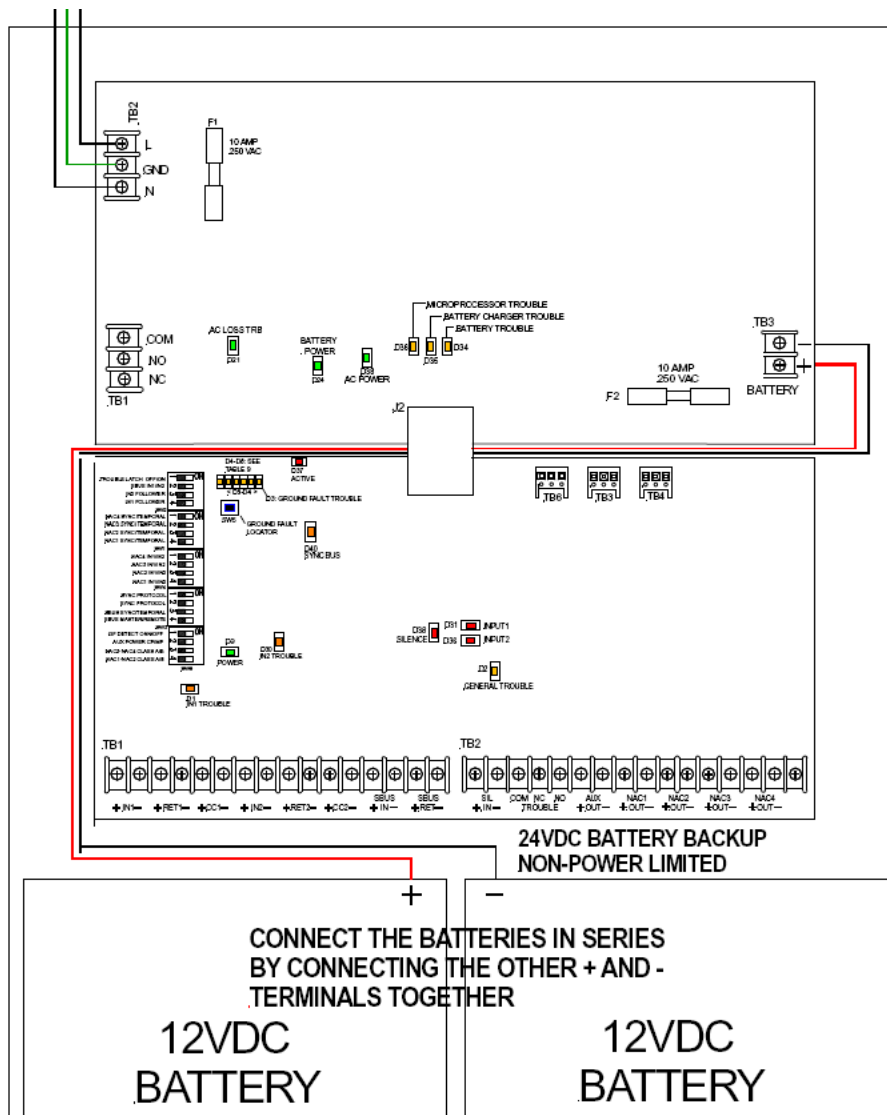
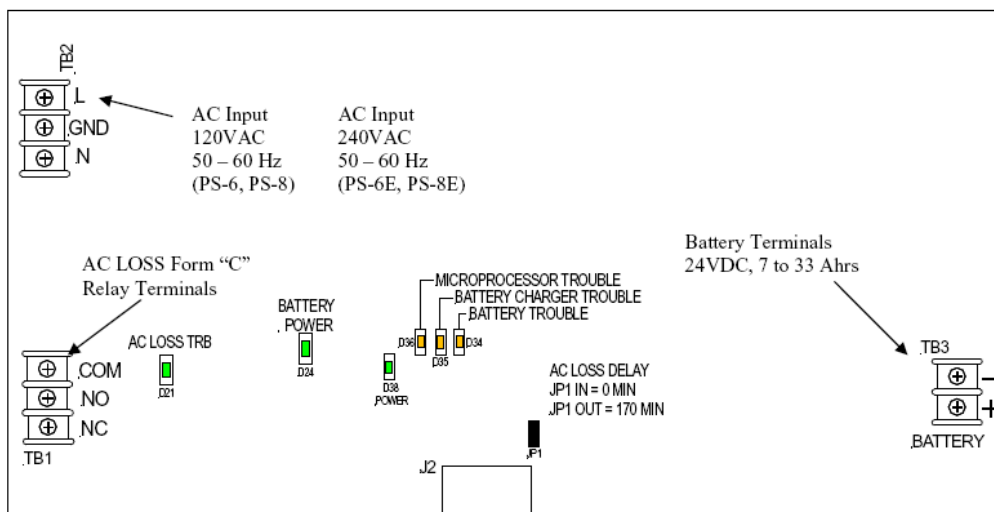
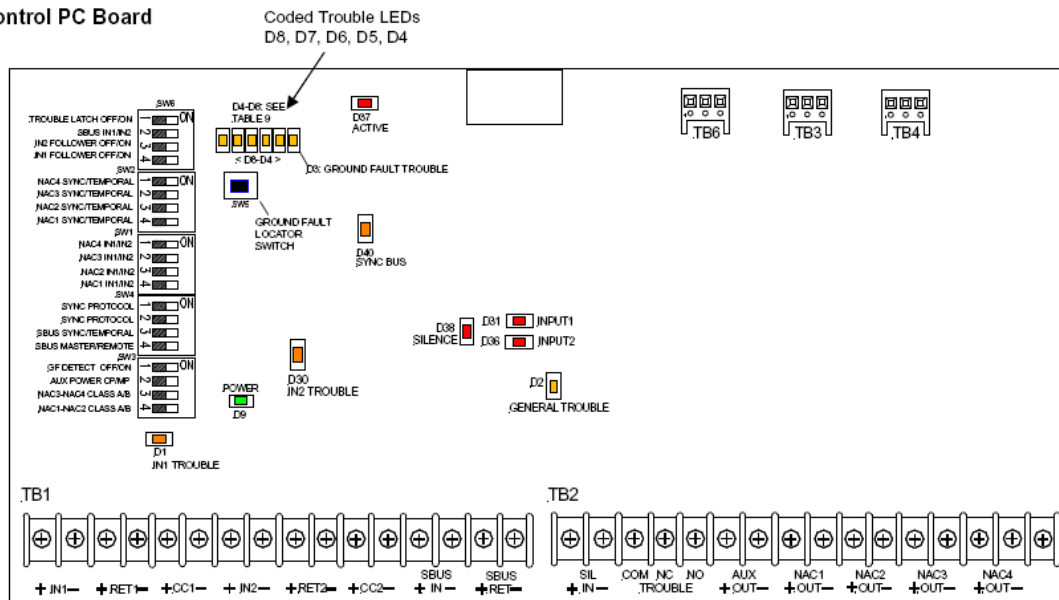
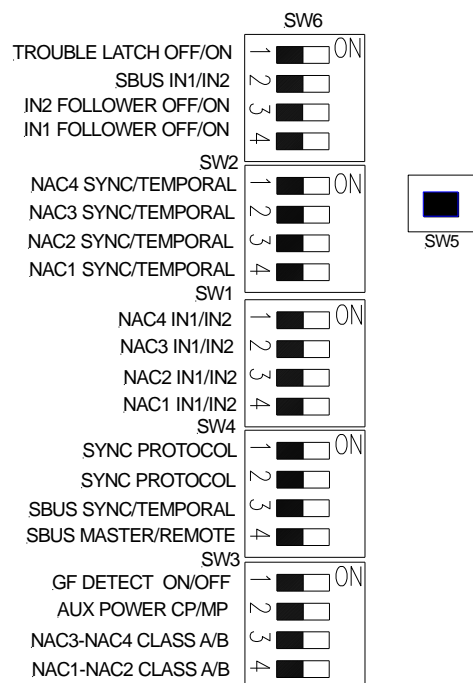

Рис.3: Размещение электропроводок основного и резервного питания
Рис. 4: Печатная плата модуля питания/зарядного устройства
Рис.5: Общий вид печатной платы контроллера
Рис. 6: Переключатели на печатной плате контроллера
Установите переключатели и подключите внешние электропроводки к прибору. Расположение разъемов на плате модуля питания/зарядного устройства показано на Рис.3 и Рис.4. Расположение разъемов на плате печатной плате контроллера показано на Рис.5.
Внешний вид групповых DIP-переключателей, расположенных на печатной плате контроллера, и их установки показаны на Рис.6.
2. Расположение переключателей на печатной плате контроллера показано на Рис. 5. Вид переключателей показан на рис. 6. Описание каждого переключателя приведено в Таблице 3.
1. Подключите к прибору основной источник питания – сеть 220В 50Гц. Прибор должен подключаться к электросети здания по отдельной выделенной линии, в которой не должно быть выключателей. Сначала должны быть выполнены подключения этой линии к сети электроснабжения здания. Ввод питающего кабеля внутрь прибора должен выполняться через одно из заглушенных отверстий, расположенных слева на верхней стенке корпуса или на левой боковой стенке корпуса (см. Рис. 3). В первую очередь следует подключать проводник заземления.